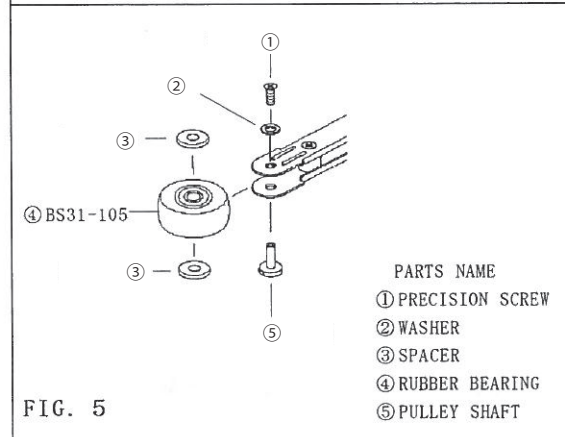

FIG. 5
1. UNSCREW THE PRECISION SCREW①.
2. PULL OUT THE PULLEY SHAFT⑤.
3. TAKE OUT THE OLD RUBBER BEARING④. (SEE FIG. 5)
4. SPACER③ IS SET ON BOTH SIDES OF THE NEW RUBBER BEARING④ AND INSERT THE ONE.
5. INSERT PULLEY SHAFT⑤ AND TIGHTEN A SCREW①. PLEASE PUT UP THE WASHER②.